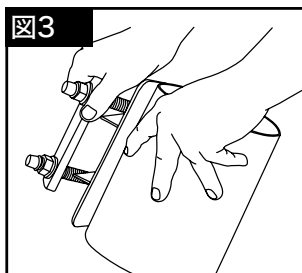

図3
- iii) Allentare i dadi esagonali (8) fino alle calotte di protezione (4) (fig. 3).
- 3) Liberare la piastra filettata (2) e aprire il raccordo (Fig. 3).
六角ナット(8)をキャップ(4)まで緩めてください。(図3)
- 3) ナットプレート(2)を外し、本体を開いてください。(図3)